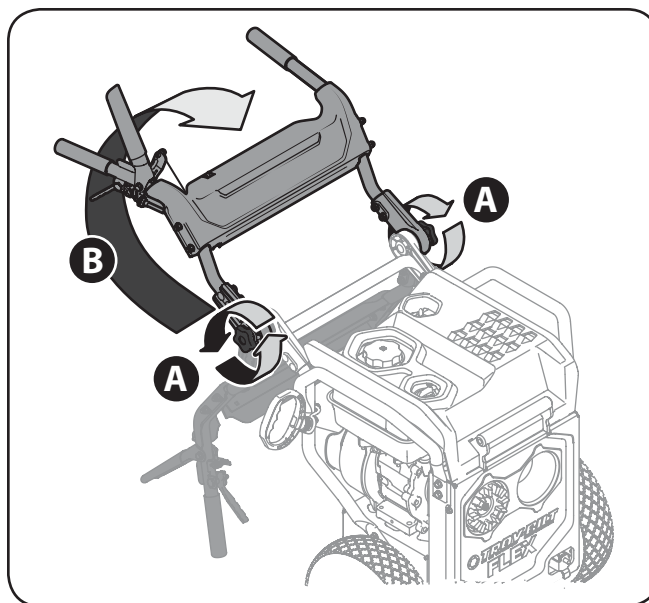

Figura 3-2
2. Afloje las perillas en estrella (A) como se indica en la Figura 3-2 y gire el conjunto de la manija superior hacia arriba (B) hasta que llegue a la posición óptima de funcionamiento determinada por la preferencia del operador.